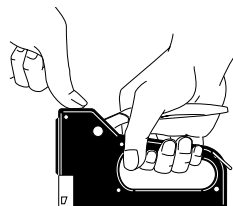

Figure 6
3. Appuyez fermement sur la poignée pour enfoncer la broche. Ne laissez pas l'outil sauter ni reculer. *Note* : Pour obtenir de meilleurs résultats, appuyez le pouce ou la paume de la main libre sur l'avant de l'outil (voir la Figure 6).